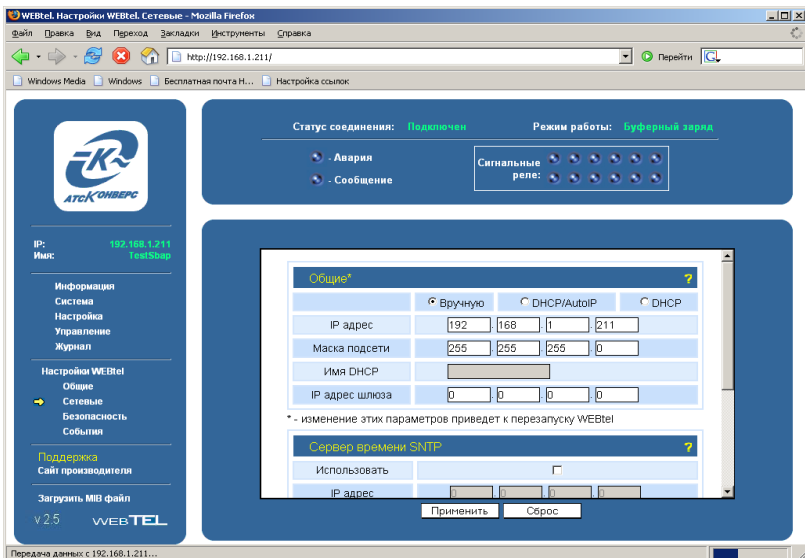

Рисунок 19 – Страница настройки сетевых параметров адаптера
7.9.1 Вход на эту страницу (рисунок 19) защищен паролем, аналогично п. 7.5.